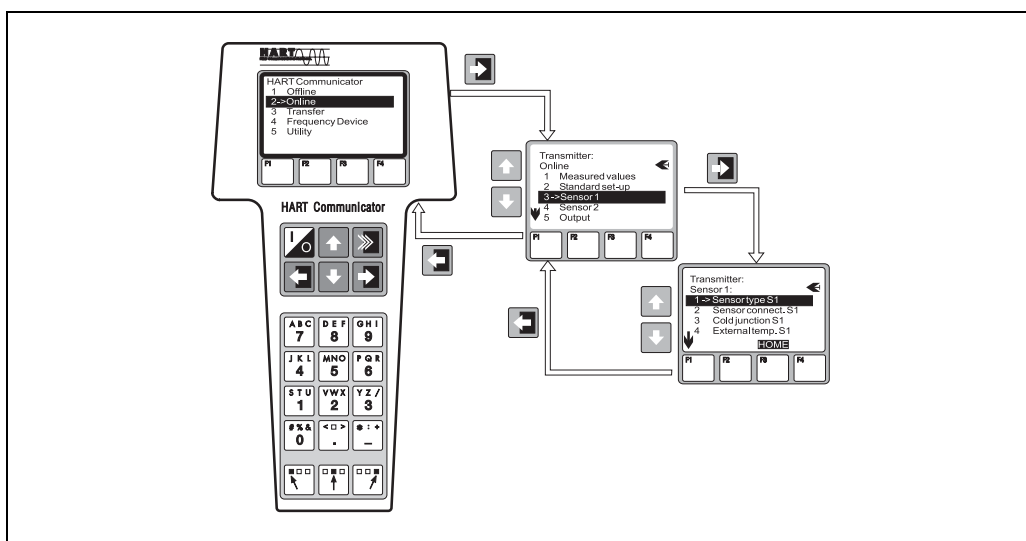

Fig. 9: Esempio di configurazione del modulo portatile mediante "Ingresso sensore"
- Il misuratore è già stato collegato. Viene visualizzato direttamente il menu del primo livello della matrice operativa dello strumento (v. Fig. 9). In questa matrice figurano tutte le funzioni accessibili tramite HART®.